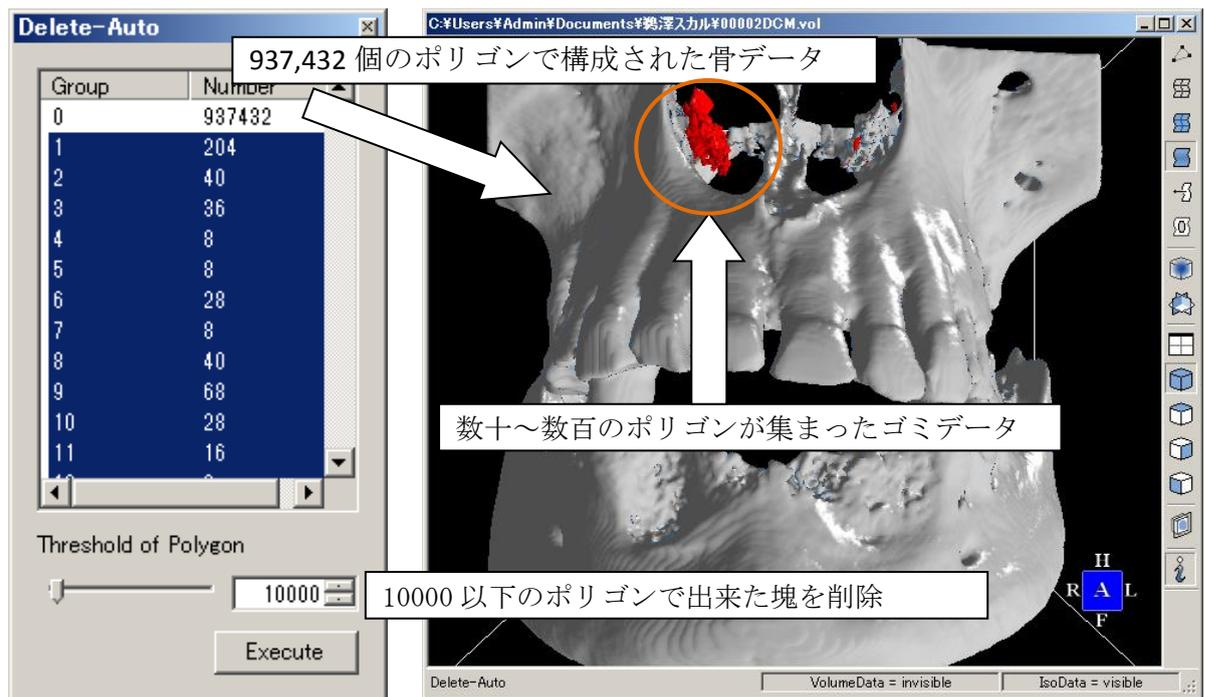

図 4-1 Delete-Auto によるゴミデータの削除
3. [Delete-Auto]画面の[Threshold of Polygon]のバーを右へスライドするか、適当な数値を入力し、Number が2桁、3桁程度の要素がすべて選択される状態にします (図 4-1)